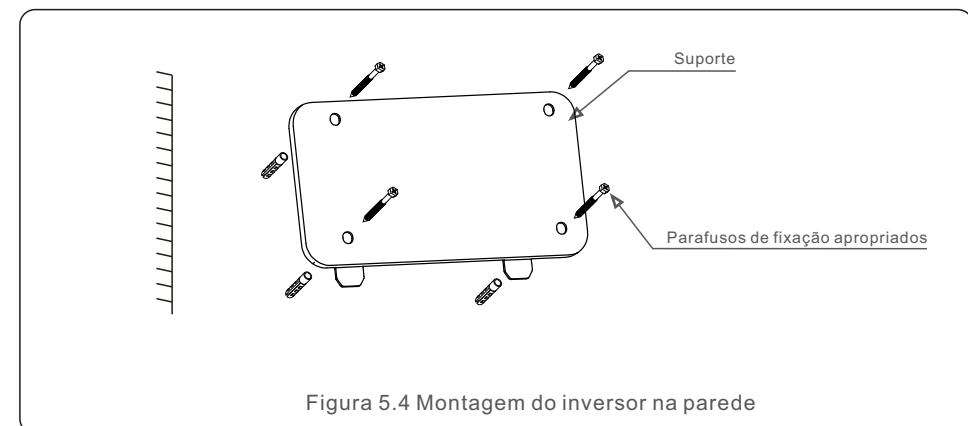
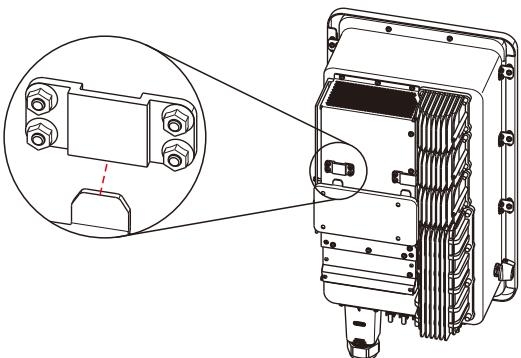

Figura 5.4 Montagem do inversor na parede
Figura 5.5 Instalação do inversor
Consulte a Figura 5.4 e a Figura 5.5. O inversor deve ser montado verticalmente. As etapas para montar o inversor estão listadas abaixo.
- 1.Consulte a Figura 5.4. Os furos para o parafuso de expansão baseiam-se no diâmetro do furo do suporte (M10\*70). Use uma broca de 10 mm e faça o furo verticalmente na parede. Todos os furos devem ser perfurados a uma profundidade de 60mm.
- 2.Certifique-se de que o suporte esteja na horizontal e os furos de montagem (Figura 5.4) estejam marcados corretamente. Faça os furos na parede de acordo a marcação.